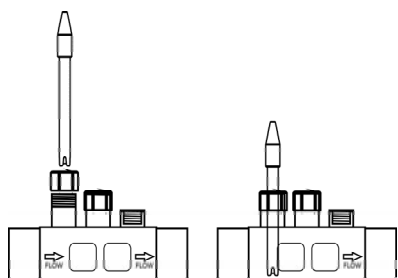

Fig. 2
1. Inserire le sonde di pH e ORP fornite con l'apparecchiatura nelle corrispondenti sedi del porta-sonde. (Fig. 2)